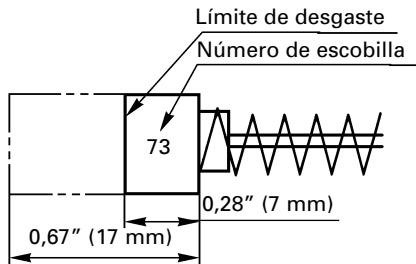

Fig. 19
4. Inspección de las escobillas: (Fig. 19)
NOTA: Utilice la escobilla Nº 73 de HITACHI indicada en la Fig. 19.